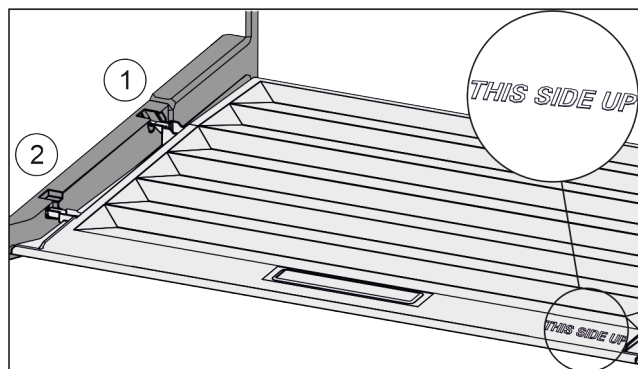

Fig. 158
- Skyv inn dekseltrinn via åpningen til bakre holder Fig. 158 (1) og klikk dem på plass i fremre holder Fig. 158 (2).